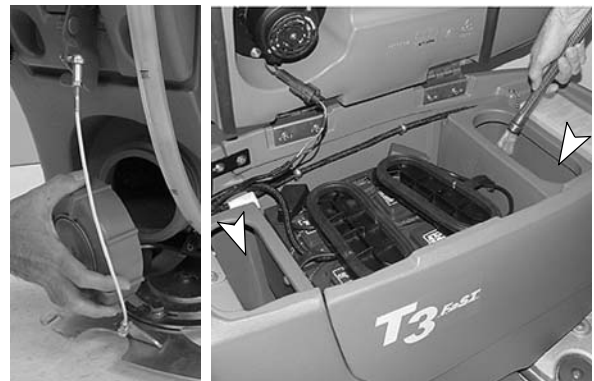

FIG. 32
2. Pour rincer le réservoir de solution, retirez le bouchon de nettoyage situé à l'arrière de la machine et aspergez de l'eau (60° C maximum) directement dans les deux orifices de remplissage situés sous le réservoir de récupération (Figure 32).